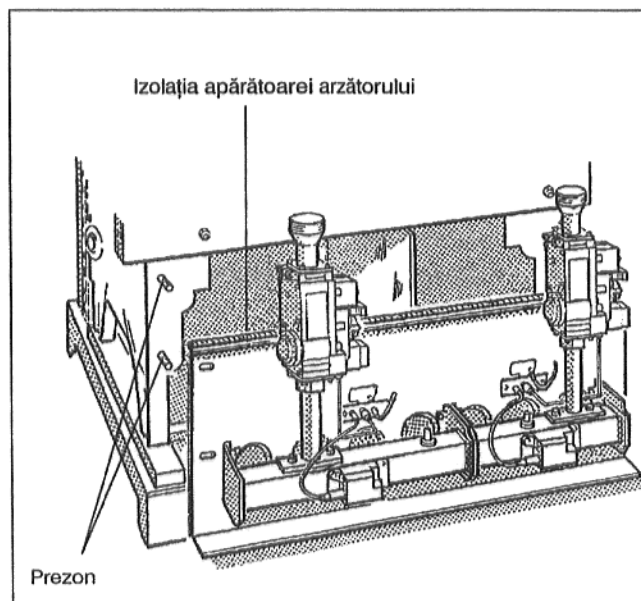

Fig. 23
- Se scot piulițele de pe șuruburile pachetele finale și se păstrează (Fig. 23).
- Izolația apărătoarei arzătorului trebuie controlată pentru a nu fi avariată (Fig. 23).
- Arzătorul se ridică din spate și se introduce drept în incinta arzătorului pentru a evita avariarea peretelui despărțitor al focarului. Arzătorul se fixează cu șaibe și piulițe pe prezoane care se strâng moderat (Fig. 23).